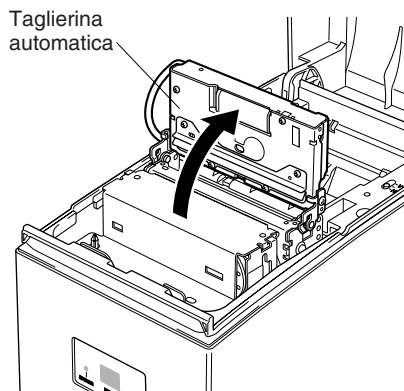

Fig. 5-9 Sollevamento della taglierina automatica
- ③ Sollevare la taglierina automatica e collocarla in posizione verticale, come mostrato nella Fig. 5-9.
③ Per i modelli dotati di taglierina automatica, sollevare la taglierina automatica e collocarla in posizione verticale come mostrato nella Fig. 5-9.